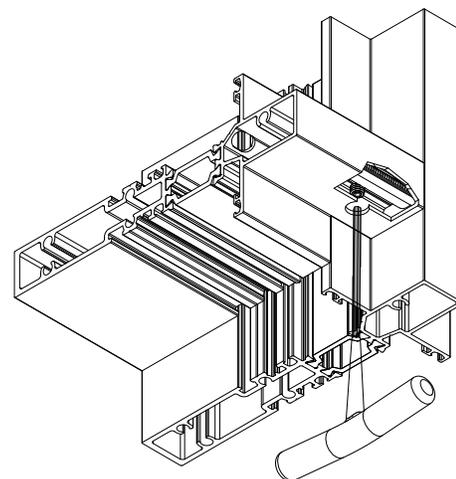

FIG. 5
- Déterminer l'emplacement à l'aide d'une chute du meneau vertical. Bloquer le clip d'alignement et serrant la vis de pression à l'aide d'une clé hexagonale de 3/32 po. **Voir FIG 5.**